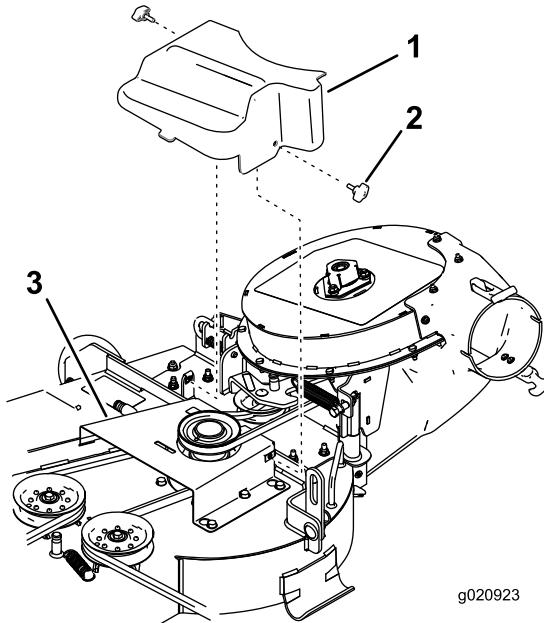

Figure 19
- Fixez le couvercle de courroie en plastique au support de ventilateur et le couvercle de courroie métallique avec 2 boutons (Figure 19).